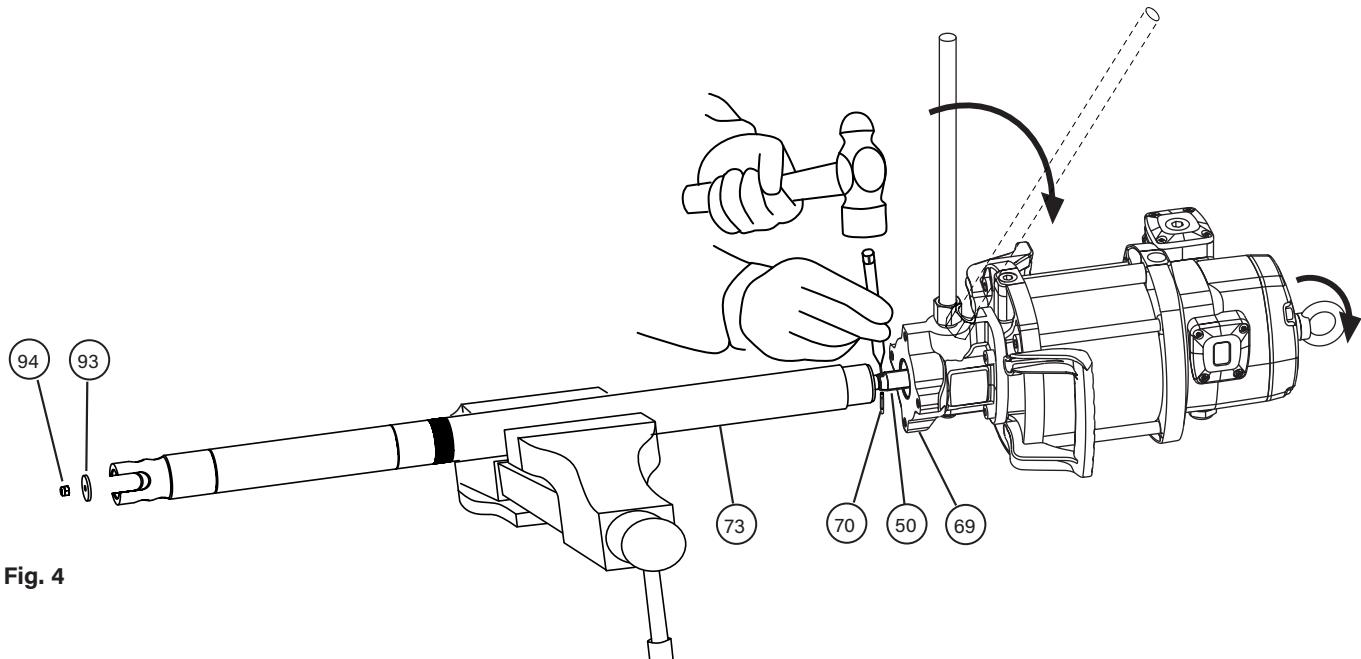

Fig. 4
- Fix the pump in a vise in horizontal position (fig. 4). Gently tap the upper tube with a hammer (73) close to the body (69) in order to break the thread locker.
- Unscrew the nut (94) and remove the primer (93).
- Once unscrewed, pull the motor away until the elastic pin (70) into the rod (49) becomes visible. With a hammer and a suitable pin punch, eject the pin (70). The motor becomes loose.
- Fije la bomba en posición horizontal en una mordaza (fig. 4). Dé unos golpes con un martillo en el tubo superior (73), cerca de la unión con el cuerpo (69) para romper el sellador de rosca.
- Desenrosque la tuerca de cebador (94) y desmonte éste (93).
- Una vez desenroscado, tire del motor hasta ver el pasador (70) del vástago (49). Con un martillo y un botador, saque el pasador (70). El motor queda suelto.